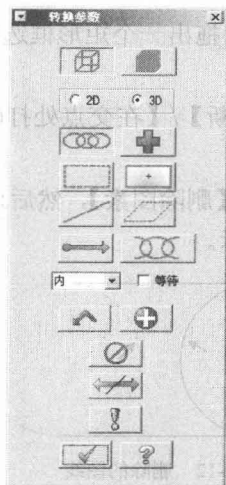
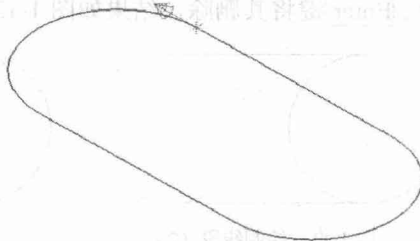

图 1-17 【转换参数】对话框
图 1-18 选择加工轮廓
(2) 系统弹出如图 1-17 所示的【转换参数】对话框，并提示选取加工外形轮廓，选取前面创建的二维图形，其上出现方向箭头，如图 1-18 所示，然后单击 ☒ 按钮。